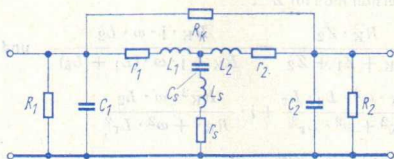
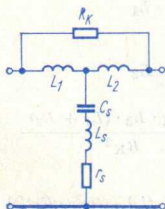
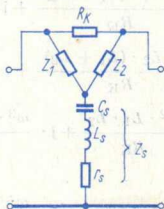

Bild 6
Bild 7
Bild 8
**Bild 6** veranschaulicht die Schaltung mit dem zum Erreichen der Nullstelle benötigten Widerstand  $R_K$ . Die Kapazitäten  $C_1$  und  $C_2$  sowie die Dämpfungs- bzw. Resonanzwiderstände  $R_1$  und  $R_2$  der Bandfilter-Resonanzkreise können, wie bereits angedeutet, hier
außer acht gelassen werden. Ebenso darf man bezüglich des Nullstellenfilters die Spulen-Verlustwiderstände der Bandfilterspulen vernachlässigen (weil für die Nullstellenfrequenz  $f_0$  klein gegen  $\omega_0 \cdot L_1$  und  $\omega_0 \cdot L_2$ ). Deshalb genügt es, statt der in **Bild 6** gezeigten Schaltung die gemäß **Bild 7** vereinfachte Schaltung zu betrachten.
Die aus dem Kompensationswiderstand  $R_K$  sowie aus den Induktivitäten  $L_1$  und  $L_2$  (**Bild 7** oben) bzw.  $Z_1$  und  $Z_2$  (**Bild 8** oben) bestehende Dreieckschaltung kann man in eine elektrisch gleichwertige Sternschaltung umrechnen. In dieser aus  $Z'$ ,  $Z''$  und  $Z'''$  gebildeten Sternschaltung (**Bild 9** oberer Teil), ist:
Damit erhält man anstelle der Schaltung nach Bild 6 die Schaltung, die mit **Bild 10** dargestellt ist.